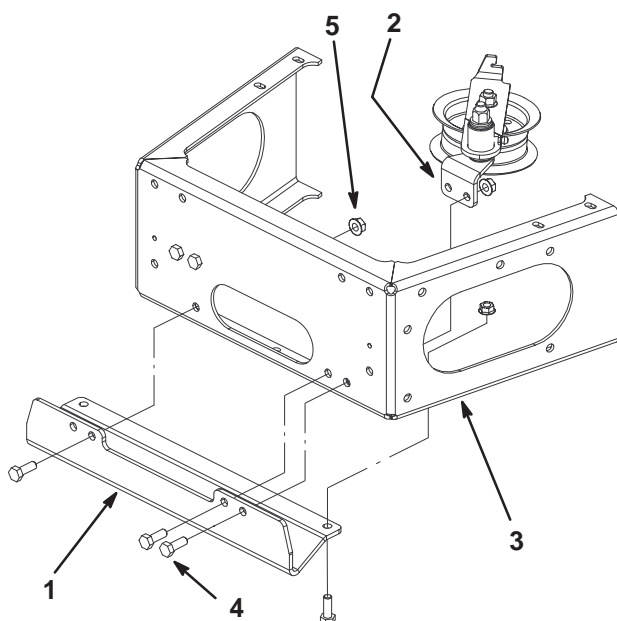

**Figure 8**
- Montez le support de ressort sur le pare-chocs arrière à l'aide de 2 boulons (5/16 x 7/8 pouce) et 2 écrous à collerette (5/16 pouce) (Fig. 8).